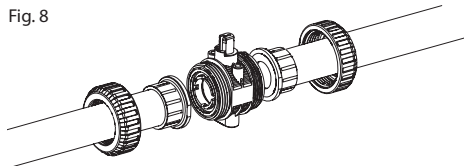

Fig. 8
3. Lassen Sie einen exakten Abstand zwischen den Muffen (Abbildung 8), damit Sie den Ventilkörper einfach einführen können und die Muffen nicht mit einer zu großen Spannung auf ihn wirken.